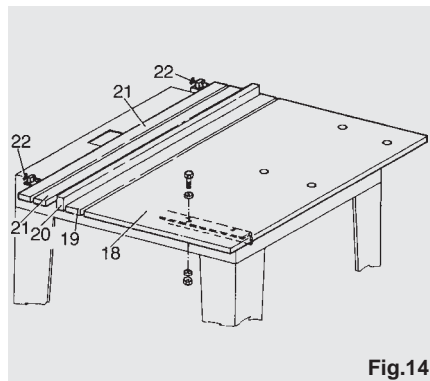

Fig.14
3) Alle boltene i vinkeljernene spændes fast. Nu kan planet monteres. Træpladen (18) placeres som vist i fig. 14 og spændes fast med de angivne skruer, skiver og mørtikker. Derefter monteres følgende dele:
- den forreste liste (19), bredde 85 mm;
- stoplisten (20), bred 60 mm;
- de to lister (21) bag stoplisten bred 60 mm;
- Alle listerne spændes fast på planet med vingeskruerne (22).